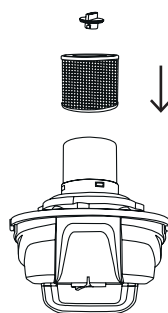

Fig. 4
- Asegúrese de que la parte inferior del producto esté cerrada con los cierres laterales. (FIG. 4)